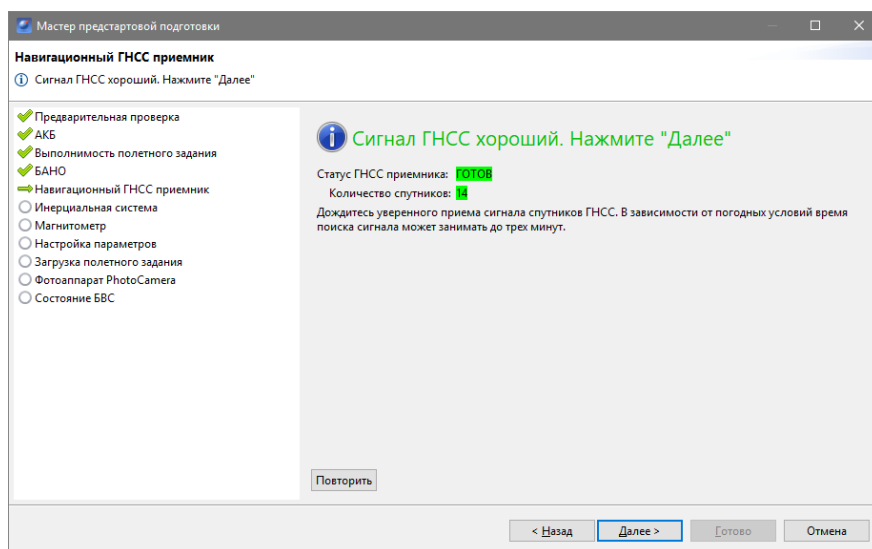

Рис. 104: Навигационный ГНСС приемник
- **Навигационный ГНСС приемник.** На данном этапе происходит проверка сигналов навигационных спутников (рис. 104);